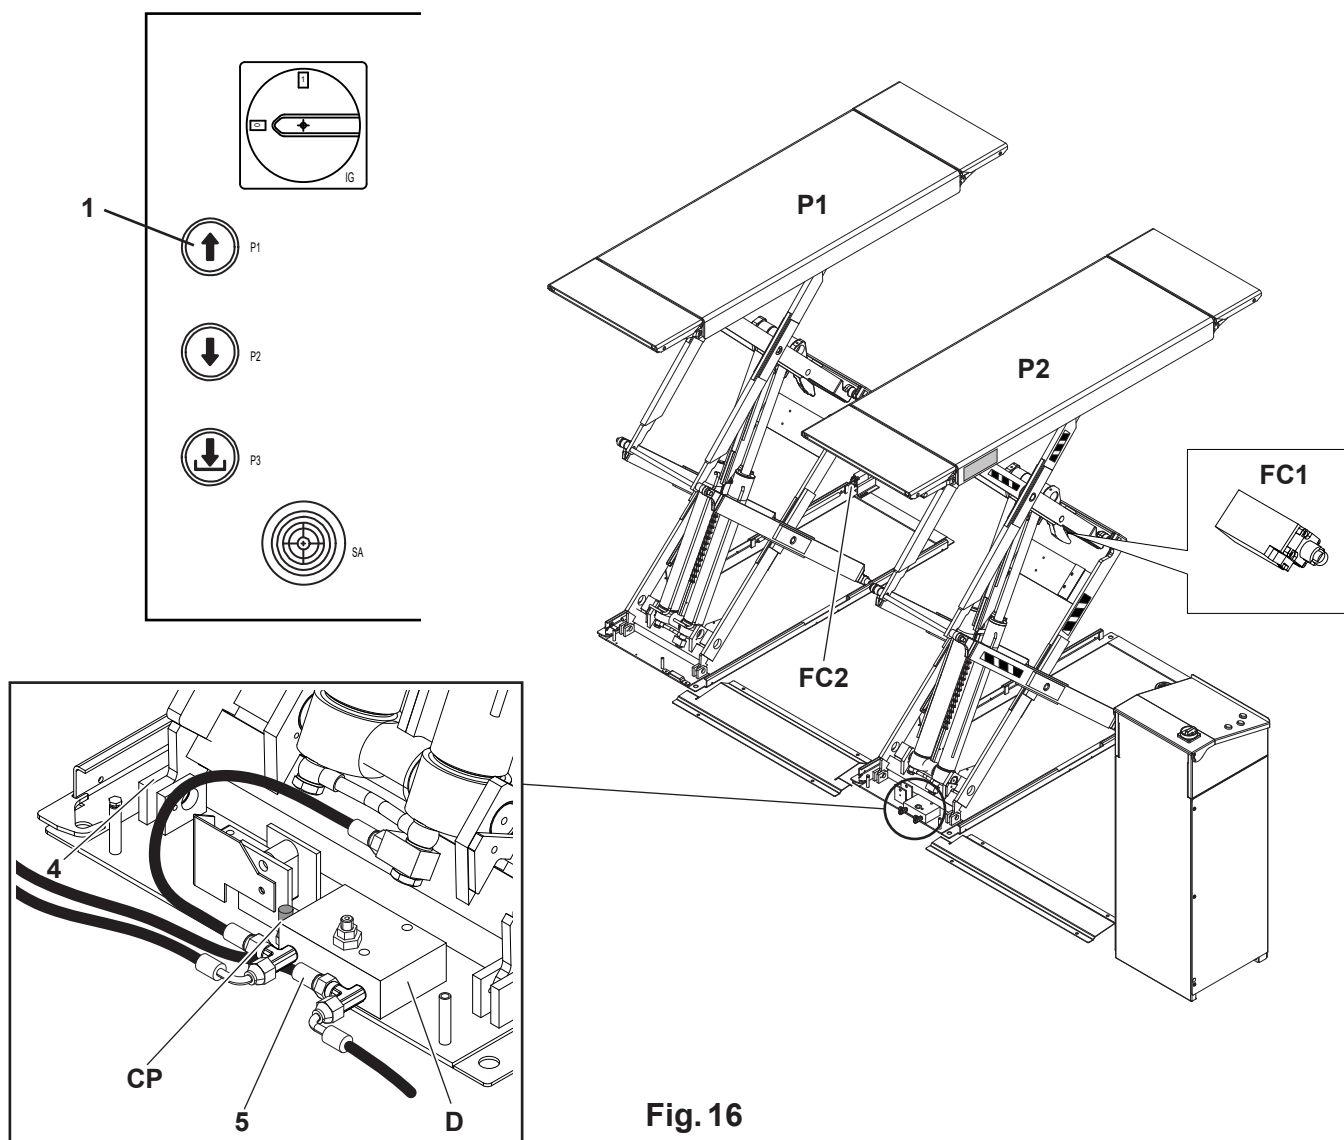
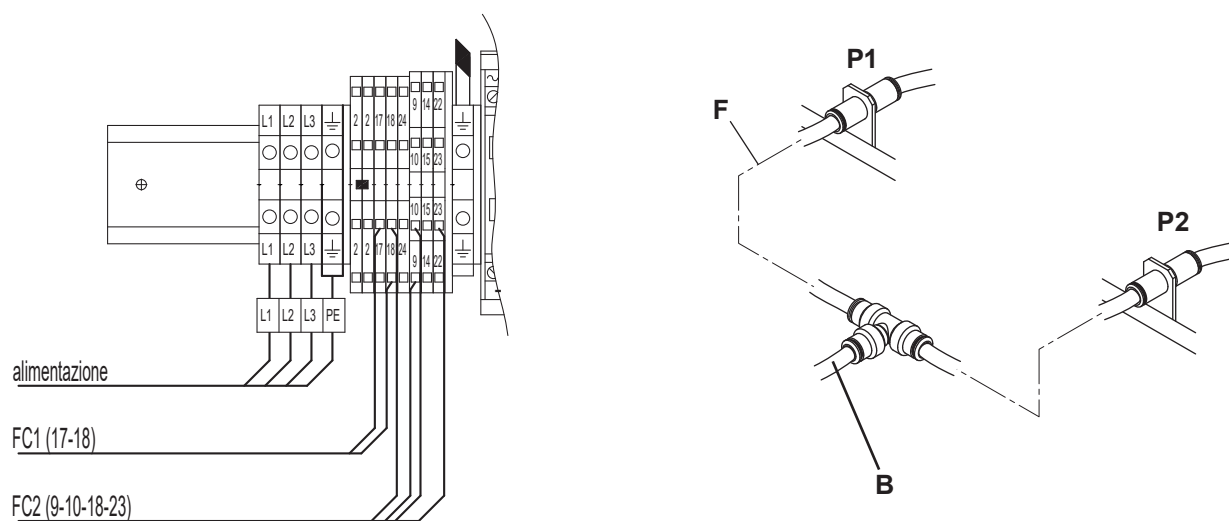

Fig. 16
Fig. 17
Premere il pulsante di salita (1) ed alzare le pedane di 50-60 cm (Fig. 16). I cavi del pressostato CP sono contenuti nella centralina idraulica. Collegare il pressostato CP situato in D (Fig. 16). Da sotto la pedana P1 svolgere i cavi del micro FC1 e FC2 e collegarli alla morsettiere del quadro elettrico (Fig. 17). Svolgere da sotto alla pedana P1 il tubo pneumatico F, infilarlo nel tubo di comunicazione fra le due fosse poi ricollegarlo al raccordo B (Fig. 17). A questo punto sollevare la pedana P1, togliere i legni e mettere all'interno dello scavo la pedana stessa posizionandola come si vede in Fig. 10.
Rif. Fig. 16. Nella pedana P2 staccare i tubi 4 e 5 chiudendo subito il circuito idraulico con 4 tappi; infilare i tubi 4 e 5 nel tubo di collegamento interrato; posizionare, come si vede in Fig. 10
Press the rise button (1) and raise the footboards at 50-60 cm (Fig. 16). The cables of the pressure switch CP are housed in the hydraulic control unit. Connect the pressure switch CP housed in D (Fig. 16). From beneath the footboard P1, unroll the cables of the microswitches FC1 and FC2 and connect them to the terminal board of the electrical panel (Fig. 17). Unroll cable F from beneath the footboard P1, insert it into the tube connecting the two pits, then see section 4.8. Raise the footboard P1, remove the planks and place the footboard itself into the pit, positioning it as shown in Fig. 10.
Ref. Fig. 16. On footboard P2, detach the tubes 4 and 5 and immediately close the hydraulic circuit with 4 plugs; insert tubes 4 and 5 into the recessed connecting tube. Place the footboard
Die Hebesteuertaste betätigen (1) und die Fahrschienen 50-60 cm (Abb. 16) hochfahren. Die Kabel des Druckwächters CP sind im Hydraulikaggregat untergebracht. Den in D ausgerichteten Druckwächter CP (Abb. 16) anschliessen. Unter der Fahrschiene P1 die Kabel der Mikroschalter FC1 und FC2 abwickeln und sie an die Klemmleiste im Schaltschrank anschliessen (Abb. 17). Unter der Fahrschiene P1 die pneumatische Leitung F abwickeln, in das Verbindungsrohr zwischen den beiden Gruben einfügen, dann an den Anschluss B (Abb. 17) schliessen. Nun die Fahrschiene P1 anheben, die Holzplatten beseitigen, die Fahrschiene in die Grube herablassen und gemäss Abb. 10 positionieren.
Zu Abb. 16. An der Fahrschiene P2 die Leitungen 4 und 5 abtrennen und den Hydraulikkreis sofort mit 4 Pfropfen schliessen;
Appuyer sur le bouton de montée (1) et soulever les chemins de roulement de 50-60 cm (Fig. 16). Les câbles du pressostat CP se trouvent dans l'unité hydraulique. Raccorder le pressostat CP situé à l'intérieur de D (Fig. 16). Dérouler les câbles des microrupteurs FC1 et FC2 par le dessous du chemin de roulement P1 et les brancher au bornier du tableau électrique (Fig. 17). Dérouler le tuyau pneumatique F par le dessous du chemin de roulement P1, l'introduire dans le tuyau de communication entre les deux fosses et le raccorder à nouveau au raccord B (Fig. 17). A ce point, soulever le chemin de roulement P1, retirer les morceaux de bois et déposer le chemin de roulement à l'intérieur de la fosse dans la position indiquée à la Fig. 10.
Apriete el pulsador de subida (1) y alce las plataformas de unos 50-60 cm (Fig. 16). Los cables del presostato CP están situados en la centralita hidráulica. Conecte el presostato CP situado en D (Fig. 16). Actuando por debajo de la plataforma P1 desenrolle los cables de los microinterruptores FC1 y FC2 y conéctelos a la caja de bornes del tablero eléctrico (Fig. 17). Desenrolle, actuando por debajo de la plataforma P1 el tubo neumático F, introdúzcalo en el tubo de comunicación entre las dos acanaladuras, luego conectarlo nuevamente al empalme B (Fig. 17). Ahora levante la plataforma P1, quite las tablas de madera e introduzca en el interior de la acanaladura la plataforma misma, colocándola como ilustra la Fig. 10.
Ref. Fig. 16. En la plataforma P2 desconecte los tubos 4 y 5
Il ponte è dotato di valvola di allineamento automatica posizionata sotto alla pedana P2 ed indicata con D, vedi Fig. 16. La valvola è tarata in fabbrica.
The lift is equipped with automatic alignment valve located beneath the footboard P2 and marked D, see Fig. 16. The valve is factory-calibrated.
Die Hebebühne ist mit einem unter der Fahrschiene P2 positionierten automatischen Ausgleichsventil versehen. Dieses Ventil ist mit D, siehe Abb. 16, gekennzeichnet. Es wird im Werk geeicht.
Réf. Fig. 16. Dans le chemin de roulement P2 détacher les tuyaux 4 et 5 en fermant immédiatement le circuit hydraulique au moyen de 4 bouchons; introduire les tuyaux 4 et 5 dans le tuyau de raccordement noyé dans le sol; positionner le chemin de roulement P2 à l'intérieur de la fosse en suivant les indications de la Fig. 9. A ce point, dérouler le câble F par le dessous du chemin de roulement P1, l'introduire dans le tuyau de raccordement entre les chemins de roulement et consulter le paragraphe 4.9.
Le pont élévateur est équipé d'une vanne pour l'alignement automatique située sous le chemin de roulement P2 et indiquée par la lettre D voir Fig. 16. La vanne est réglée à l'usine.
cerrando inmediatamente el circuito hidráulico con 4 tapones; introduzca los tubos 4 y 5 en el tubo de unión enterrado; colocar, como ilustra la Fig. 16, la plataforma P2 dentro de la excavación, procedan con la conexión de los tubos. Ahora desenrolle el cable F situado debajo de P1; introdúzcalo en el tubo de unión entre las plataformas y consulte el párrafo 4.9.
El puente dispone de válvula de alineado automático colocada debajo de la plataforma P2 e indicada con D, ver Fig. 16. La válvula se regula en fábrica.